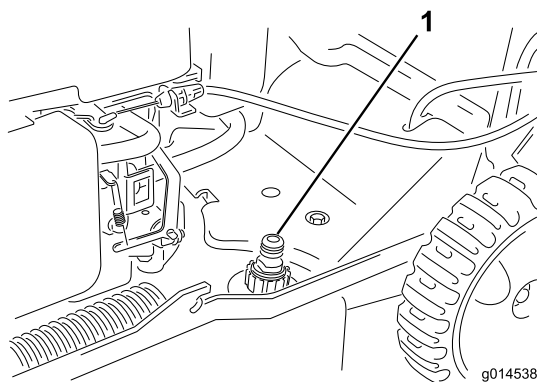

Figura 19
3. Collegate una canna da giardino al rubinetto dell'acqua e al foro di lavaggio (Figura 19).